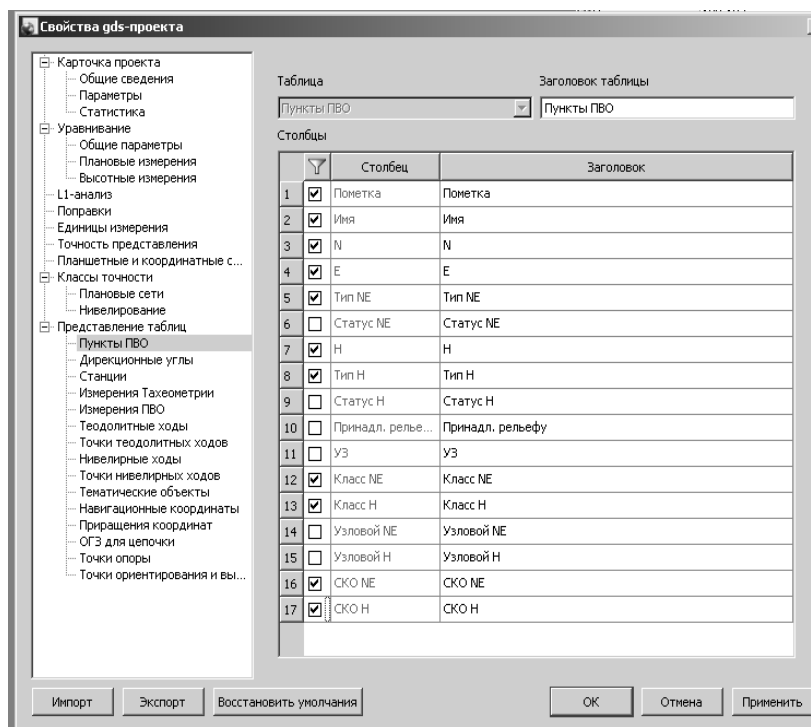

Рис. 1.4
При работе с таблицами можно управлять их параметрами – видимостью и расположением колонок, выравниванием информации в ячейках таблицы и т.д. Для этого необходимо вызвать команду **Файл/ Свойства проекта/Представление таблиц** (рис. 1.4).
2. Откройте окно **Свойства gds-проекта** и выполните настройку представления таблиц **Пункты ПВО**, **Станции** и **Измерения ПВО** согласно рис. 1.4.